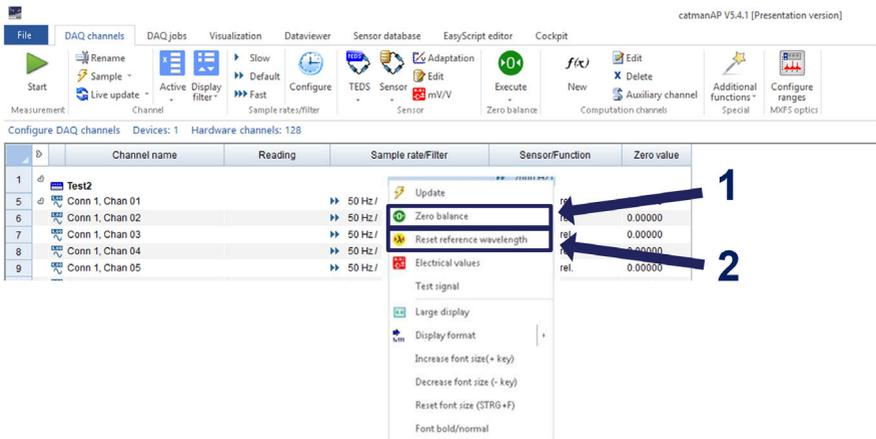

Fig. 5.28 Puesta a cero y restablecimiento de la longitud de ondas de referencia
- ▶ Alternativamente, puede hacer clic con el botón derecho del ratón en la línea que desea poner a cero y seleccionar la opción **Zero Balance** (Puesta a cero) (número 1 en la Fig. 5.28).
- ▶ Haga clic con el botón derecho del ratón en la línea que desea restablecer y seleccione la opción **Reset reference wavelength** (Restablecer longitud de ondas de referencia) (número 2 en la Fig. 5.28).